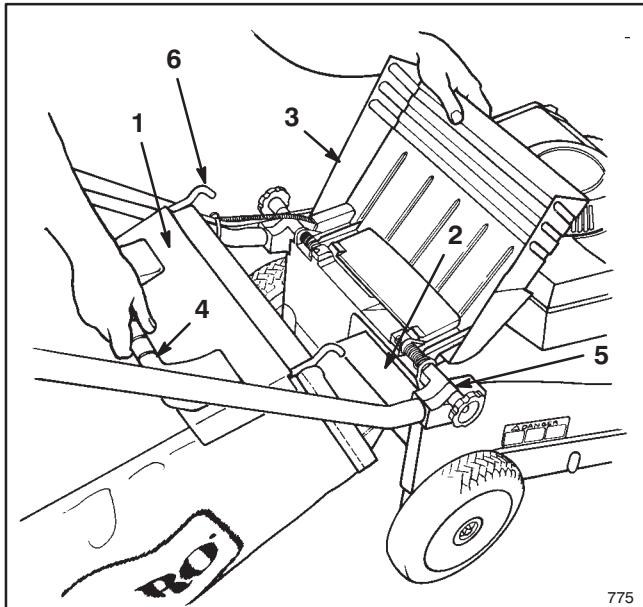
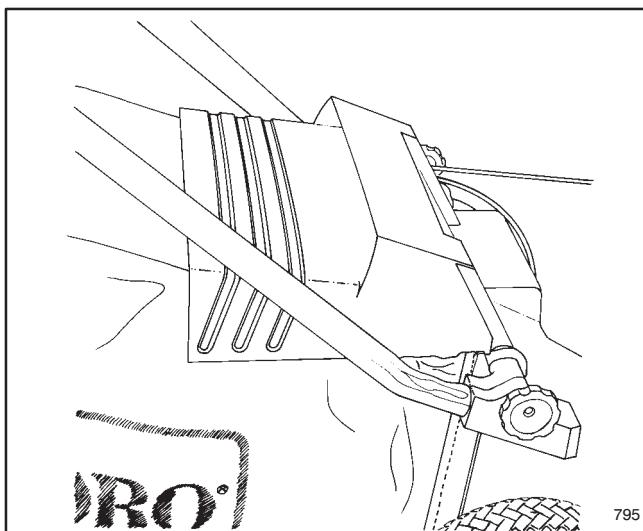

Figure 13
Figure 14
2. MONTAGE DU SAC—Lever le volet de l'éjection, insérer l'embouchure du sac dans l'ouverture d'éjection, et accrocher l'armature du sac sur la partie arrondie des supports de montage (Fig. 13). Laisser le volet d'éjection reposer sur le sac (Fig. 14).